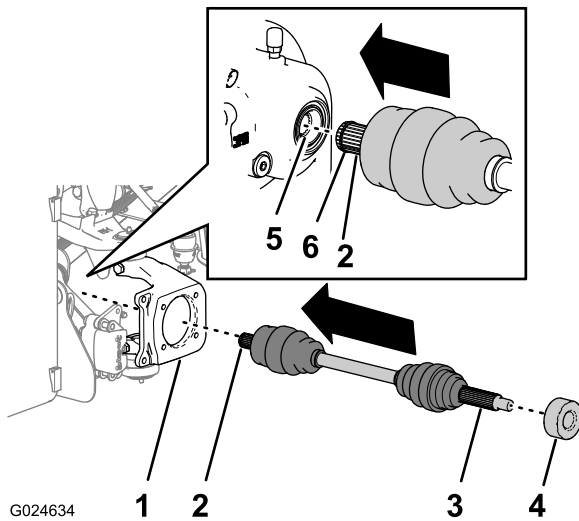

Bild 32
1. Wischen Sie die Keile an jedem Ende der zwei Vorderachsen ab (Bild 32).
3. Schieben Sie den inneren Achsschenkel der Vorderachse durch das 87,3 mm große Loch im Spurstangenhebel (Bild 32).
4. Fluchten Sie die Keile des inneren Achsschenkels mit den Keilen in der Differenzialantriebsfassung aus und bewegen Sie die Achse nach innen, bis sie ganz in der Antriebsfassung sitzt (Bild 32).
5. Schieben Sie das Distanzstück über den äußeren Achsschenkel und positionieren Sie das Distanzstück über den inneren Teil der langen Keile (Bild 32).